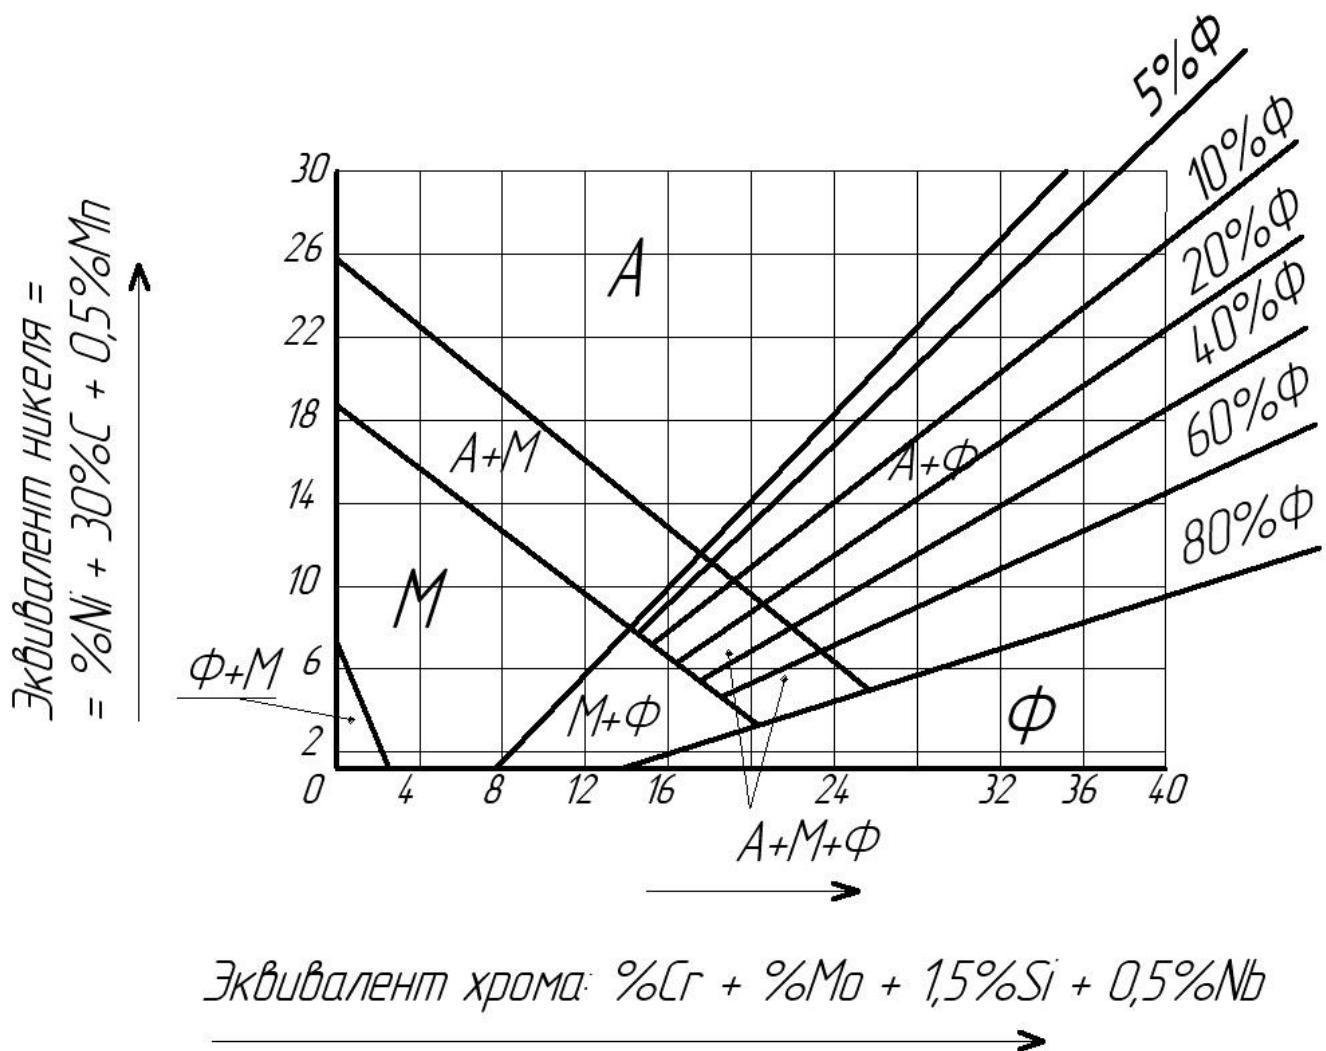

Рисунок 3 – Структурная диаграмма нержавеющих сталей
10. Расшифруйте марочное обозначение каждого из сплавов, укажите возможный способ его металлургического производства, структуру стали в состоянии поставки (отожженном, если другое не оговорено в задании). Для высоколегированной стали (4 – ой в перечне, выделенной жирным шрифтом) определить класс стали по структурной диаграмме Шеффлера (рис.3).